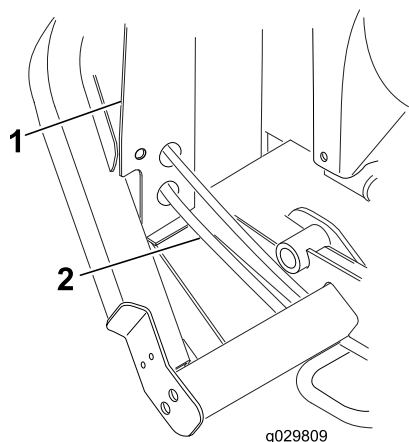

Bild 14
1. Bringen Sie auf der rechten Seite der Maschine, direkt vor dem Kühlerrahmen, eine Auffangwanne unter dem Ölkühlerrücklaufschlauch an (Bild Bild 13 bzw. Bild 14).